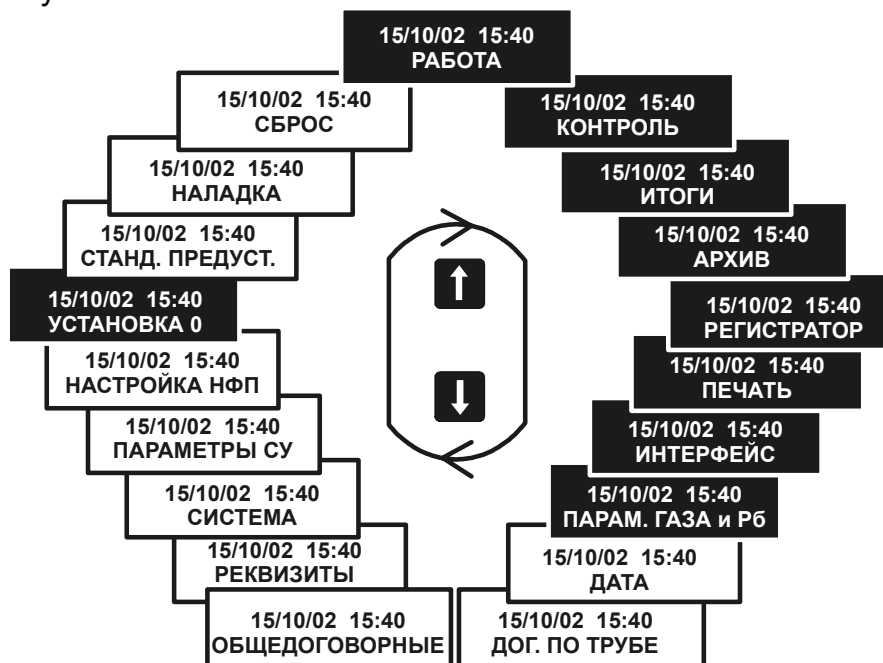

Рисунок 3 – Структурная схема меню вычислителя
- 1) меню 1-го уровня (рисунок 3) позволяет выбрать тип настроечных параметров, подлежащих установке, или тип параметров, подлежащих рассмотрению;